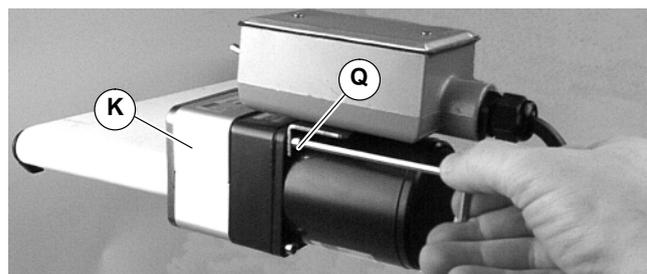

Abbildung 8
10. Obere Abdeckung (K siehe Abbildung 8) in untere Abdeckung einsetzen. Obere Abdeckung mit zwei (2) oberen Schrauben befestigen (Q). Mit 5 Nm festziehen.